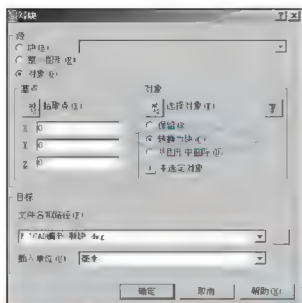

图 5-87 【块】对话框中【对象】选项组设置
(2) 利用【写块】(Write Block) 命令将“1—1 断面图”和“XB-1 配筋图”制作成图块。注意【写块】对话框中的【对象】选项组，点选【转换为块】单选按钮，如图 5.87 所示。